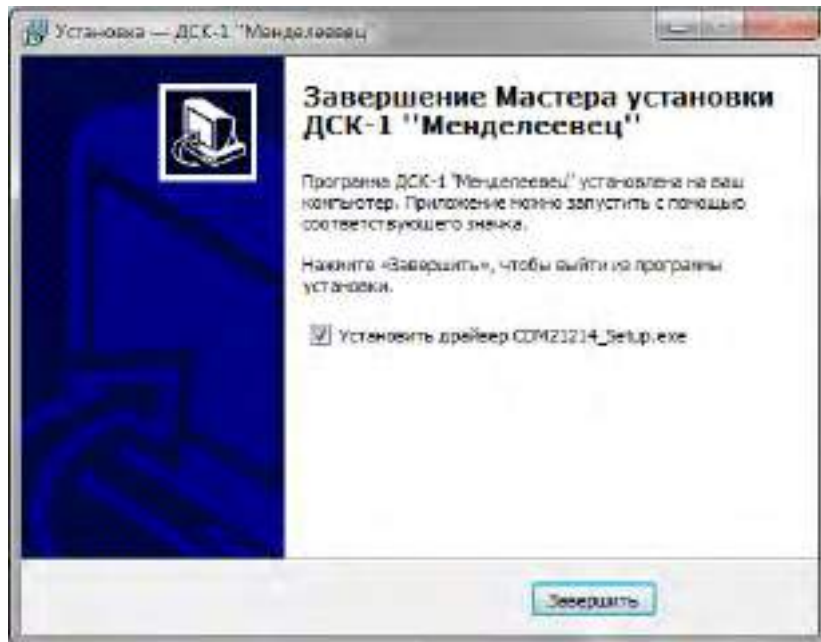

Рисунок 11 – Окно завершения установки
3.3.6 По окончании процесса установки появится окно завершения установки с возможностью дальнейшего запуска программы установки драйверов кабеля USB (рисунок 11). Если отказаться от установки драйверов, их можно установить позже. Нажать кнопку «Завершить». Программа установки находится в каталоге установленной программы ДСК-1 «Менделеевец» в папке «drivers».